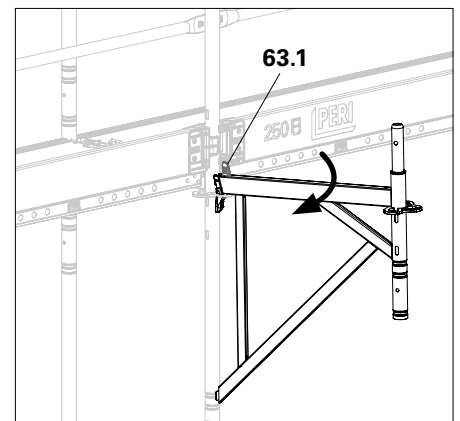

Abb. A6.04a
2. Keil (63.1) hoch halten, Konsole nach außen schwenken. Die Halbschale (63.2) muss am Vertikalrohr anliegen. (Abb. A6.04a)